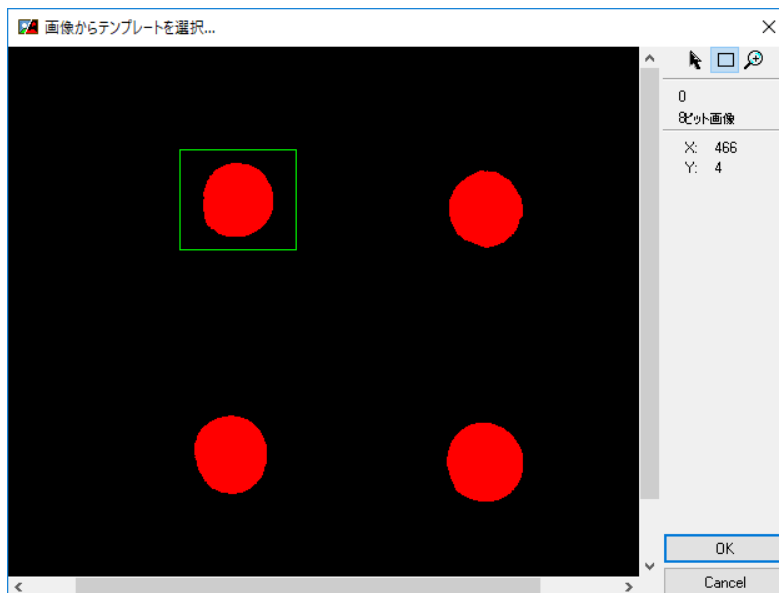

図 5 形状マッチングのテンプレート作成画面
4. 最後に、形状マッチングを行う。画面左下の処理関数：バイナリの形状マッチングを選択し、「テンプレートを作成」をクリックすると、図 5 に示すような画面が表示される。穴の部分のマウスの左クリックで囲みながら選択した後、OK ボタンをクリックする。すると、テンプレート名を入力する画面が表示されるので、C ドライブ内「sample\_labview」フォルダに任意の名前で保存する。ただし、このときにファイル名を日本語で保存すると、後にエラーが発生する可能性があるため、ファイル名はアルファベットで保存すること。また、「最小スコア」を「700」とし、「スケール影響なし」にチェックを入れ、OK ボタンをクリックする。各パラメータは状況によって最適な値があるので各自、変更すること。